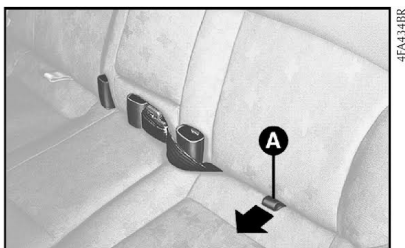

fig. 91
2) Bascular a 90° o assento, puxando a alça **A-fig. 91** para a frente.